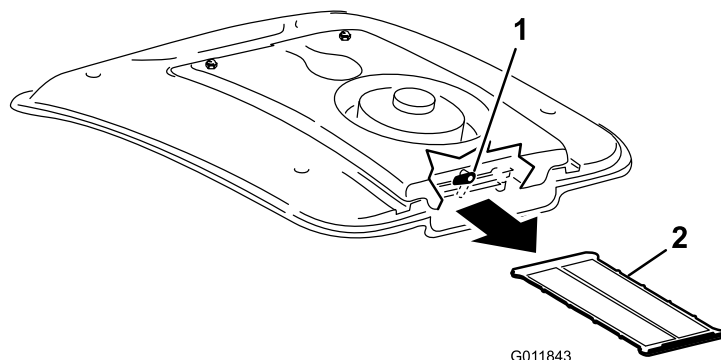

Bild 104
3. Schieben Sie das Klimaanlagengitter unter der Klimaanlagenspule heraus (Bild 104).
4. Reinigen Sie das Gitter gründlich mit Druckluft (Bild 104).
2. Drehen Sie den Riegel hinten an der Lüfterbefestigung zur Seite (Bild 104).